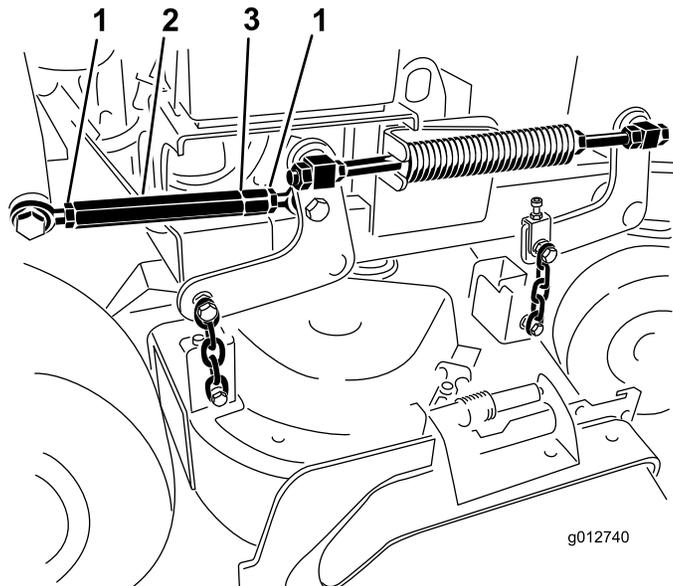

図 86
7. ターンバックルの両端にあるジャムナットをゆるめる (図 86)。
**注** ターンバックルの端部に溝が切ってある側のネジは左ネジですから注意してください (図 86)。